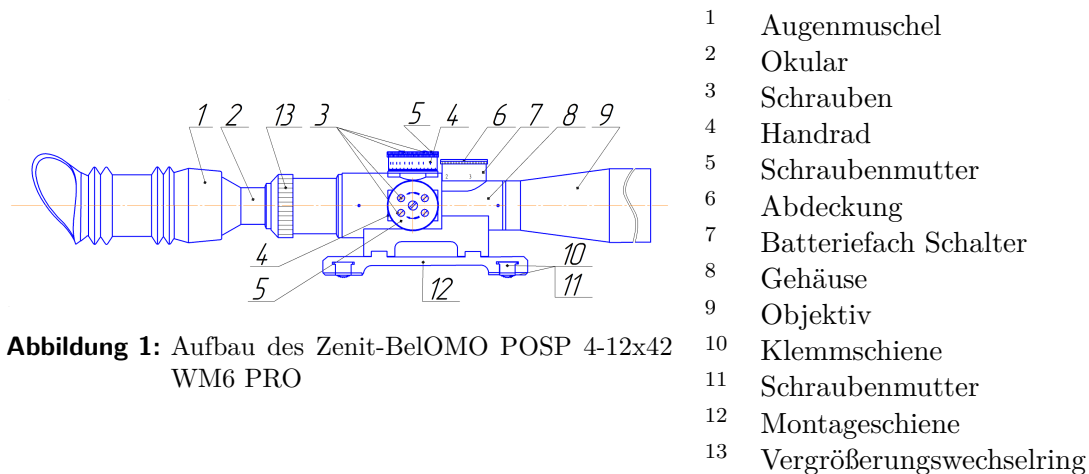

Abbildung 1: Aufbau des Zenit-BelOMO POSP 4-12x42 WM6 PRO
Das Visier besteht aus Augenmuschel (1) (Abbildung 1), Okular (2), Gehäuse (8), wobei sich die optischen Systemelemente, der Verstellmechanismus, die Beleuchtung (9) innerhalb des Gehäuses befinden. Auf dem Gehäuse (8) befinden sich die Verstellhandräder (4) mit den Schraubenmuttern (5) und den Schrauben (3), das Batteriefach - Schalter (7); der Bügel (12) mit den Schraubenmuttern (11) und den Klemmleisten (10) befestigt. Die Augenmuschel (1) soll das Eindringen von Licht der Fremdquellen aus dem Auge des Schützen und das Auge um das Okular in festem Abstand legen.
- Batteriefachdeckel (6) (Abbildung 1) durch Drehen gegen den Uhrzeigersinn lösen
Montieren Sie das Visier auf die Waffe mit der oberen Position von «Weaver»-Schiene und befestigen Sie die Klemmleisten (10) mit den Schraubenmutter (11) (Abbildung 1).
- die Ausrichtung des Absehens an der Waffe mit Hilfe der Handräder 4 (Abbildung 1) durchführen
- Schrauben (3) an den Muttern (5) der Handräder (4) Vergrößerungsänderungs lösen
- Schrauben (3) anziehen
Anmerkung: Um das Absehen in die Ausgangsposition zurückzubringen entsprechend der Null-Ziellinie, die mit Hilfe des Kollimators im Herstellungsprozess festgelegt wurde, ist es notwendig, die Schrauben (3) (Abbildung 1) zu lösen und die roten Striche mit den roten Strichen von Gehäuse/Handrade auszurichten.
Das Visier ermöglicht es, gezieltes Feuer bei unzureichender Umgebungsbeleuchtung durchzuführen. Dazu ist es notwendig, die Absehenbeleuchtung mit Hilfe des Schalters (7) (Abbildung 1) einzuschalten.
Mit Hilfe des Zoomringes (13) (Abbildung 1) kann die Vergrößerung von 4x auf 12x geändert werden.